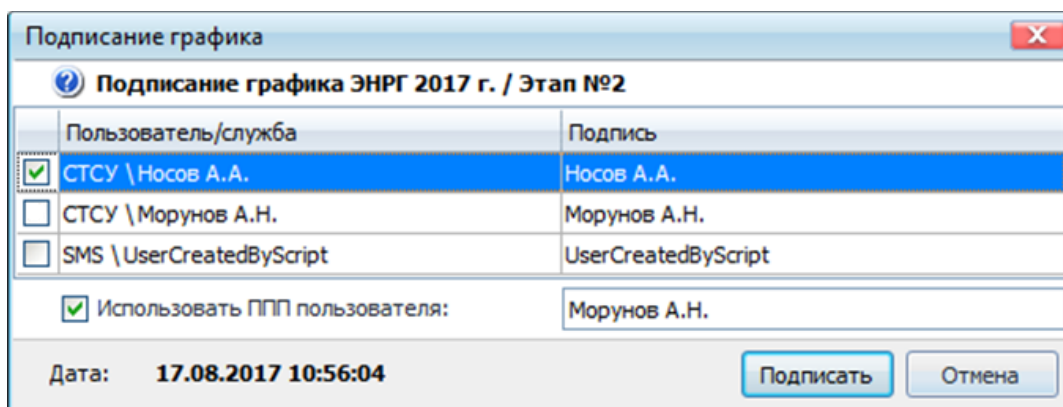

Рисунок 10.168 – Предложение об использовании ППП
- если на этапе маршрута несколько пользователей с правом «*Право последней подписи*», то при подписании графика одним из пользователей предлагается воспользоваться ППП. На форме «Подписание графика» напротив пользователя, за которого необходимо расписаться, установить флаг (Рисунок 10.168);